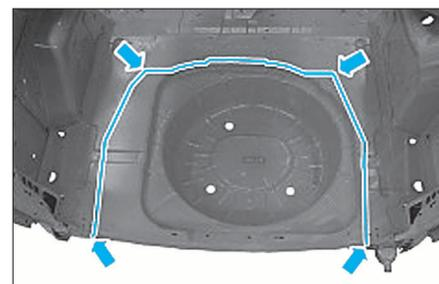

FIG. 113
- Couper le panier de roue de secours grossièrement (1) (Fig.113) et l'extraire.